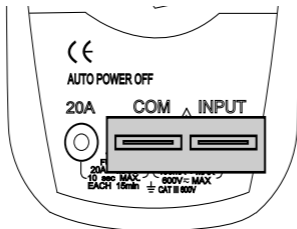

Figura 9
2. Conecte o adaptador aos terminais **COM** e **V/ $\Omega$ /mA/Hz** conforme Figura 9.